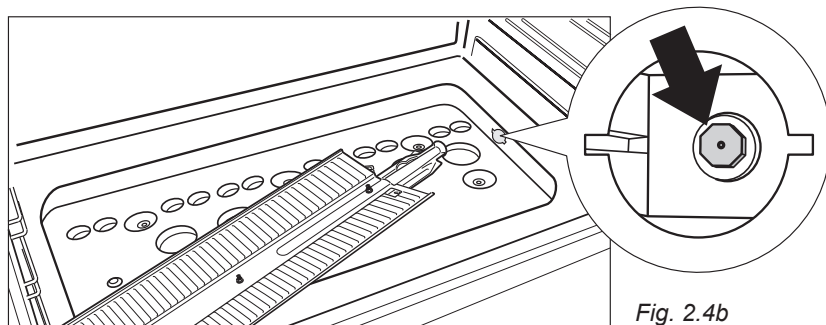

Fig. 2.4b
- Con una chiave a tubo da 7 sostituire l'iniettore (indicato dalla freccia - fig. 2.4b) secondo la "Tabella Iniettori".